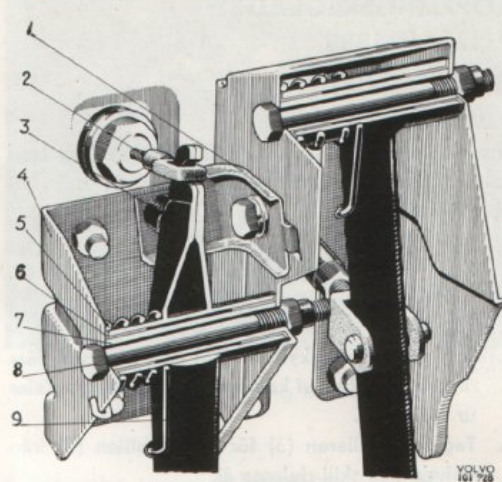

Bild 33. Pedalställ, 14-ser.
1. Haka loss returfjädrern (5 bild 33) för pedalen. Lossa muttern och tag bort skruven (8). Haka loss pedalen (9) från vajern (2) och tag bort den.
2. Tag ut rörexeln (7). Driv ut bussningarna (6) med en passande dorn.